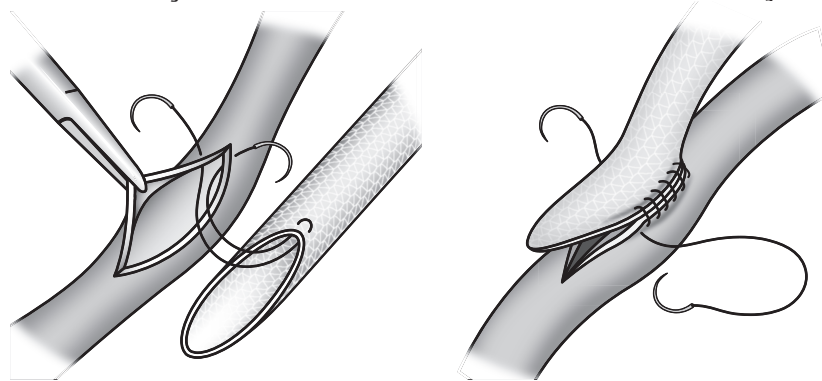

Abb. 5
2. Monofilament aus Polypropylen ist das bevorzugte Nahtmaterial. Beim Nähen die Ränder der Prothese umstülpen und darauf achten, dass mit jedem Stich die gesamte Wandstärke und eine Netzsöse aufgenommen werden. Abb. 5. Es wird empfohlen, beim Nähen nur nicht schneidende Nadeln zu verwenden.